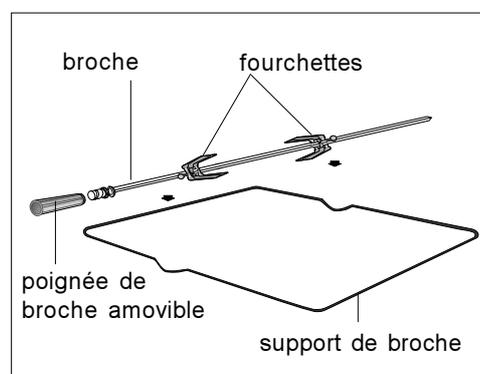

Fig. 6
- enfiler et fixer la viande sur le tourne-broche (fig. 6);